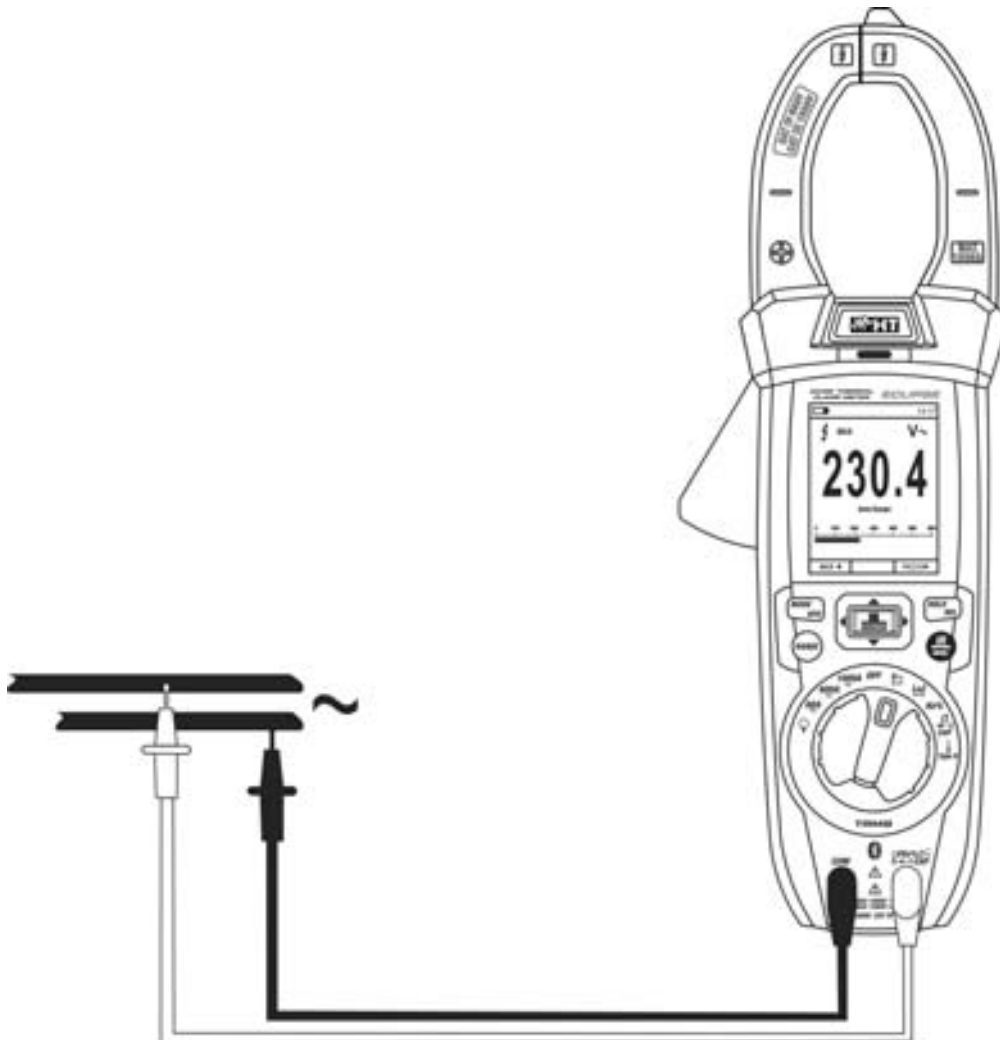

Fig. 24: Uso dello strumento per misura di Tensione AC, AC+DC, VFD
4. Posizionare il puntale rosso ed il puntale nero rispettivamente nei punti del circuito in esame (vedere Fig. 24). Il valore della tensione è mostrato a display